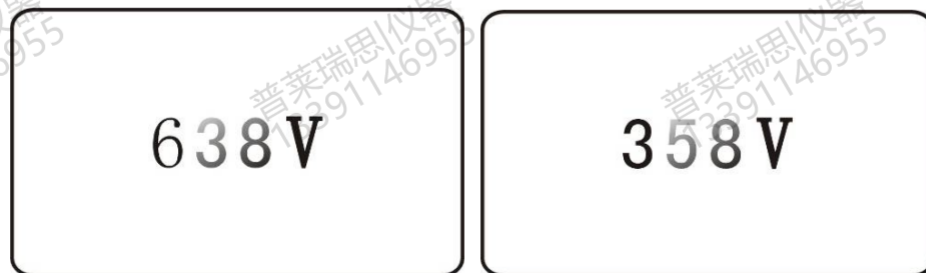

图 9 放电画面
(3) 测量过程中，如果想停止测量，或测量结束，按【确定】键，显示放电画面（图 9 放电画面），电压从 DC2500V，下降到几十伏的安全电压。